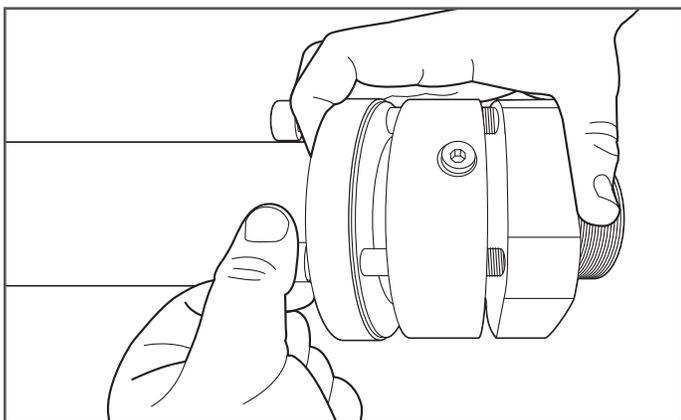

Figura 9-11
11. El acoplamiento DoubleTrac® está listo para reinstalarse. Siga las instrucciones de ensamblaje de acoplamientos DoubleTrac® que comienzan en la sección 7. (Figura 9-11)